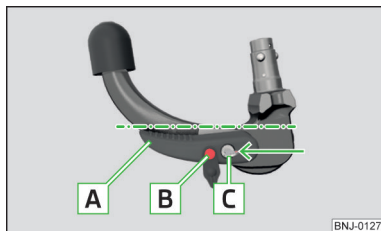

Fig. 245
**Poziția de disponibilitate setată corect » fig. 245**